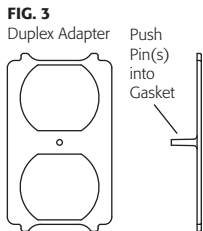
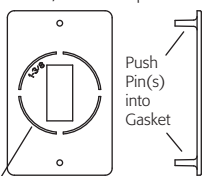

FIG. 3
FIG. 4
5. Prepare device for cover installation. **GFCI*** devices - no adapter needed. **Duplex or Switch** devices - push adapter pins into gasket and device. (Fig. 3 & 4). **Round devices up to 1-3/8"** - remove inner circle of adapter and push pins into gasket and device. (Fig. 4)
5. Prepare el dispositivo para la instalación de la tapa. **Dispositivo GFCI*** - no necesita adaptador. Dispositivo **doble o interruptor** - presione los pines del adaptador dentro de la junta y el dispositivo. (Fig.3 y 4). **Gire los dispositivos hasta 1-3/8"** - retire el círculo interior del adaptador y presione los pines dentro de la junta y el dispositivo. (Fig. 4)
5. Préparer l'équipement pour l'installation du couvercle. Équipement à **disoncteur de fuite à la terre*** - aucun besoin d'adaptateur Équipement à duplex ou interrupteur - pousser les broches de l'adaptateur dans le joint et l'équipement. (Fig. 3 & 4). **Équipements ronds jusqu'à 40 mm (1-9/16 po)** - Retirer le cercle intérieur de l'adaptateur et pousser les broches dans le joint et l'équipement. (Fig.4)